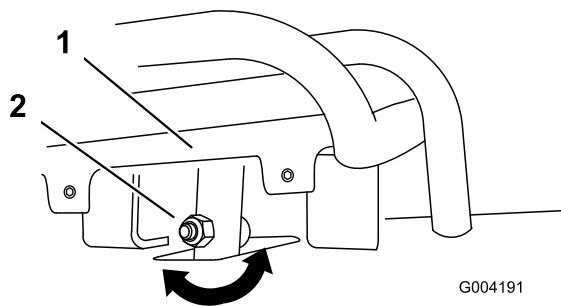
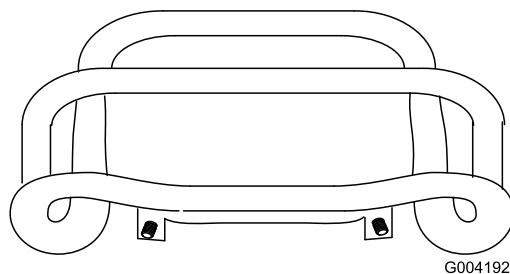

Bild 55
Bild 56
4. Wenn die Vorderseite des Fahrtriebs nicht bündig und gleichmäßig am Anschlagbügel bleibt, lösen Sie die Mutter im Schaft des Fahrtriebs (Bild 55).
5. Stellen Sie den Fahrtrieb so ein, dass er bündig am Anschlagbügel bleibt, wenn er gerade nach hinten gezogen wird (Bild 55 und Bild 56).
- C. Lösen Sie die Bundmutter und die Schraube im Fahrtriebsschaft (Bild 55).
- I. Stellen Sie den Fahrtrieb so ein, dass er bündig am Anschlagbügel bleibt, wenn er gerade nach hinten gezogen wird (Bild 55 und Bild 56).